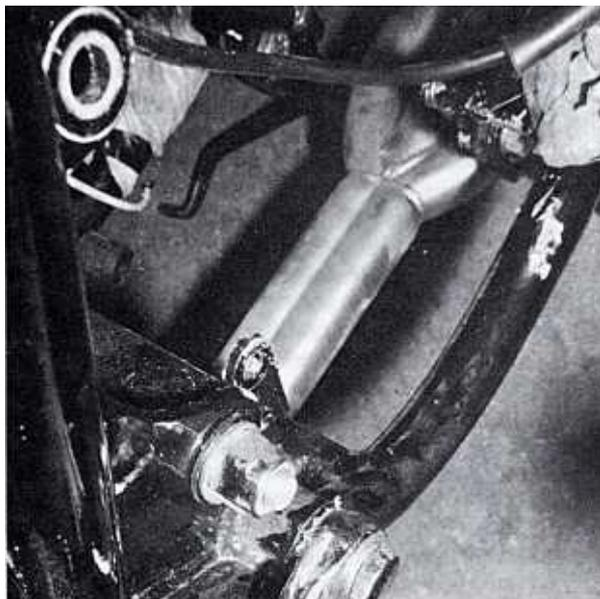

Bild 78
- Die beiden Rahmenunterzugrohre vom Lenkkopf bis unter den Motor sorgfältig mit Polstermaterial umwickeln; Teppichreste sind dazu bestens geeignet. Andernfalls wird beim Herausheben des Motors die Lackierung beschädigt (Bild 78).